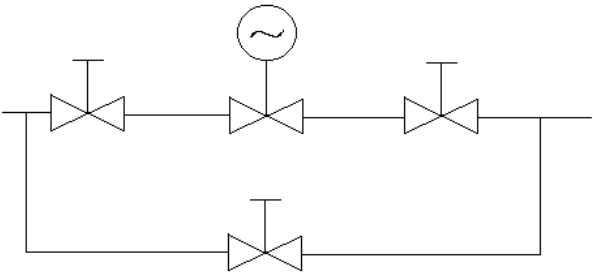

图 5 旁路管道安装图例
(1) 安装调节阀总体上应考虑以下方面：
- ① 安全：安装过程中人员和设备的安全。
- ② 控制性能：配管系统压力损失应与计算调节阀尺寸时所考虑的压力损失一致，以保证所需的流量特性。进出口应尽量保证足够的直管段。
- ③ 安装位置：应有足够的空间便于操作人员手动操作（包括旁路操作）以及保证调节阀和附件的就地拆卸和维修的可能性。
- ④ 调节阀组：一般在工艺过程配管中均安装切断阀的旁路阀与调节阀配成阀组，以适应设备连续操作的需要。维修调节阀时用切断阀隔离。用旁路阀调节。下面图 5 中推荐调节阀组布置方式。